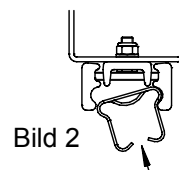

Bild 2
FABA™- Steigschutzschiene bzw. Leiter in die Klammern einführen (Bild 2 und 3), ausrichten und Schrauben anziehen. Anzugsmoment für M10 siehe Seite 1.
- Montage der Schiene siehe Bild 2 und 3.